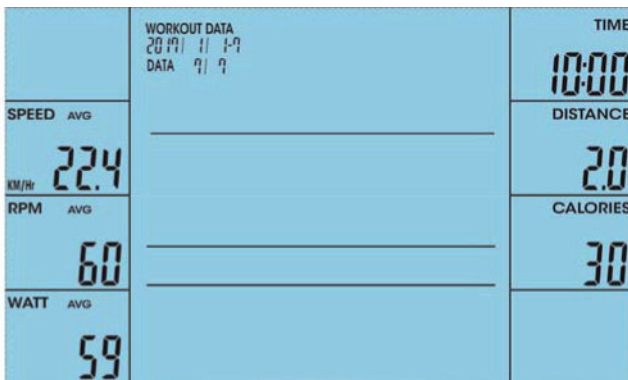

Abb. 57
1. Wenn Sie die Daten überprüfen möchten, drücken Sie im Hauptmenü die Taste RECORDED DATA. Drücken Sie dann UP/DOWN, um die zuvor gespeicherten Daten einzusehen (Abb. 57).